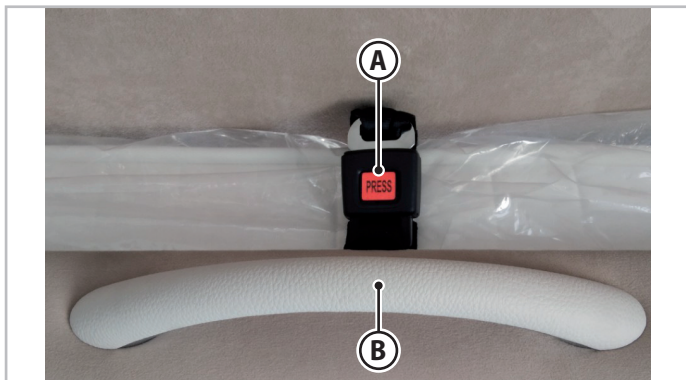

Fig.6.14 - Sænkeseng foran
1. Lås sikkerhedsanordningen (**A** - Fig.6.14) op.
2. Tryk på det relevante håndtag (**B** - Fig.6.14) og bring sengen til slutningen af vandringen.
1. Tryk på det relevante håndtag (**B** - Fig.6.14) og bring sengen til slutningen af vandringen.
2. Fastspænd sengen igen ved hjælp af sikkerhedsanordningen (**A** - Fig.6.14).